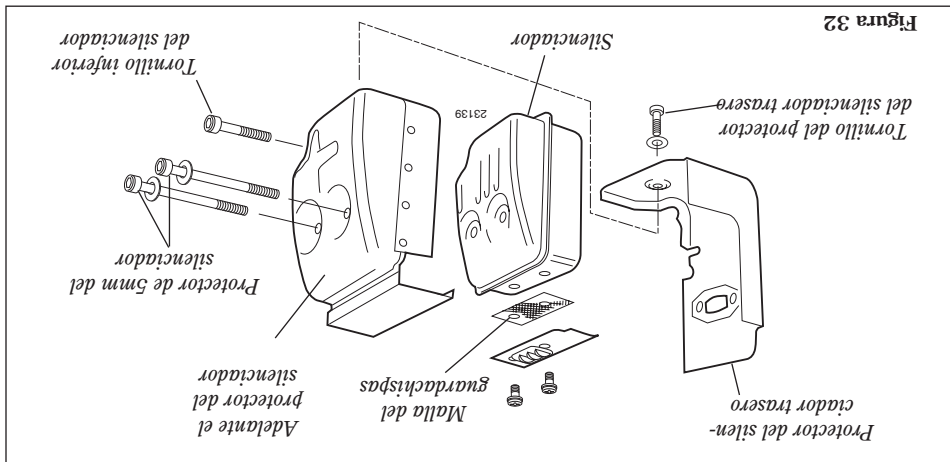

Figura 32
5. Retire el tornillo de cabeza allen del silenciador trasero, y mientras observa la orientación de las partes, separe el protector del silenciador. Consulte la figura 32.